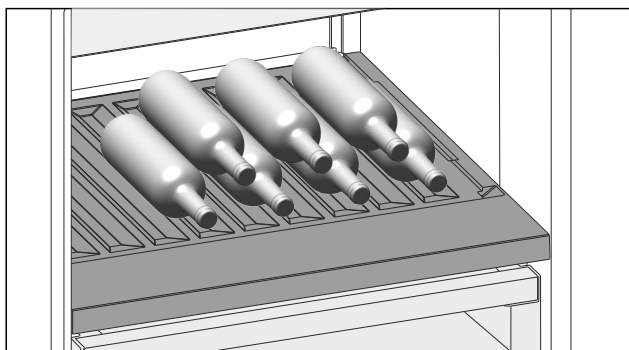

Fig. 93
- Láhve ukládejte dnem dozadu k zadní stěně. (viz Fig. 93)